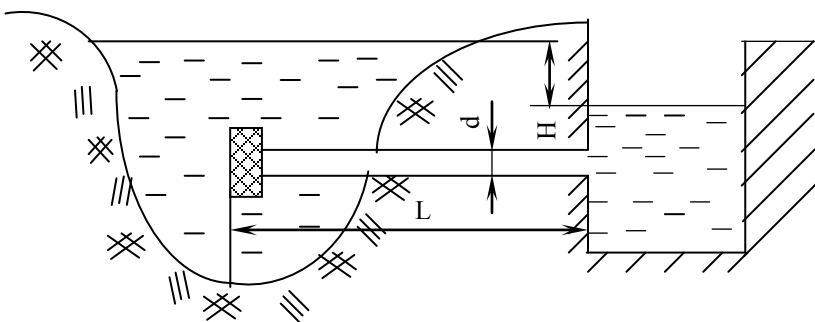

Рисунок 8.7
8.2.11 З річки потік води з витратою Q надходить в колодязь по трубі довжиною L (рис. 8.7). Визначити діаметр труби d , якщо різниця рівнів в річці і в колодязі H . Коефіцієнт Дарсі прийняти λ . Швидкостями руху води на вільній поверхні в річці і в колодязі знехтувати. При підборі діаметра потрібно враховувати стандартні розміри труби.